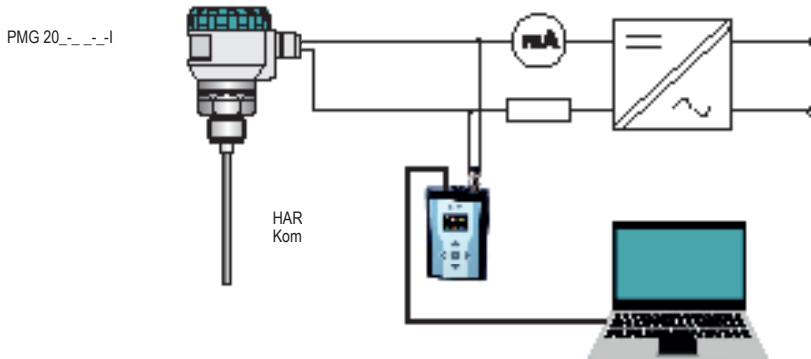
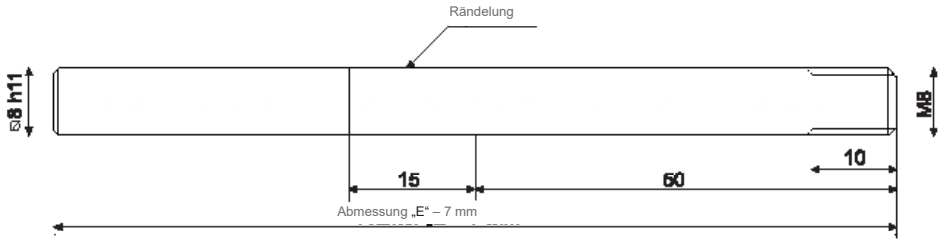

Abb. 28: Anschluss der Peripherie-Geräte mit HART-Protokoll
Abb. 31: Skizze der Messelektrode mit markiertem Anschlussgewinde und mit Rändelung
Eine universelle Kommunikationsschnittstelle für die Kommunikation der Peripherie-Geräte mit dem Produkt. Die Datenkommunikation erfolgt über die gleiche Leitung wie das Analogsignal 4 ... 20 mA. Zum Einstellen des Füllstandsmessers und Erfassung der Messdaten ist ein HART-Kommunikator erforderlich, über welchen direkte Kommunikation mit dem Füllstandsmesser erfolgen kann oder wodurch die Kommunikation mit einem Peripherie-Gerät vermittelt werden kann, siehe Abb. 28.
2. Tragen Sie auf das Gewinde der gefertigten Elektrode (siehe Abb. 31) flüssige Schraubensicherung auf (Menge je nach Hersteller). Die verwendete Schraubensicherung muss z.B. beständig sein gegen hohe Temperaturen, Korrosion, Chemikalien oder muss für den Einsatz in der Lebensmittelindustrie zugelassen sein.
2. Die Stabelektrode mit einer geeigneten Metallsäge kürzen und das Elektrodenende abschleifen. Die Länge der Elektrode muss um 7 mm kürzer als das Maß „E“ in der Abb. 28 sein. Bei der Seilelektrode sind drei Stellschrauben auf dem Gewicht zu lösen und das Seilende herauszuziehen, siehe Abb. 31. Überprüfen Sie die Seillänge nach dem Kürzen – Seil im Gewicht im Abstand von ungefähr 60 mm. Seil am besten mit einem Seitenschneider kürzen. Darauf achten, dass das Seilende nicht ausfranst.